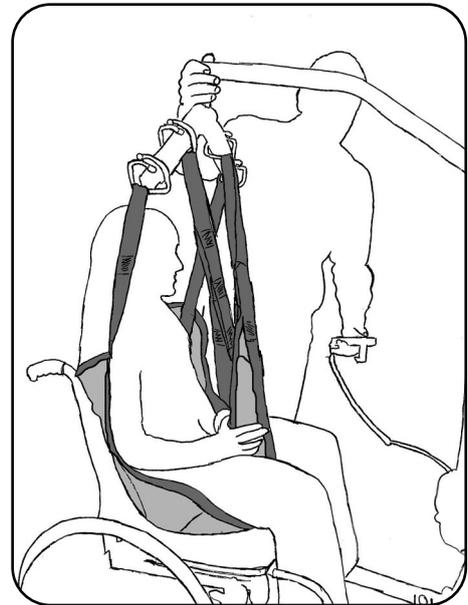

Abb. 8.2.03 – Anheben des Patienten
7. Hängen Sie die Beinschlingen über Kreuz, entsprechend dem Kapitel Vorbereitung Abschnitt **Transportbügel der aks-Patientenlifter**, an die Haken des Transportbügels (Abb. 8.2.03). Achten Sie dabei auf die gleiche Einhängelage. Diese erkennen Sie an der farblichen Kennzeichnung der Schlingen (siehe Kapitel Vorbereitung Abschnitt **Gurtschlingen**).
8. Hängen Sie die Schulerschlaufen, entsprechend dem Kapitel Vorbereitung Abschnitt **Transportbügel der aks-Patientenlifter**, an die Haken des Transportbügels (Abb. 8.2.03). Achten Sie auch hier auf die gleiche Einhängenposition der Schlaufen. Diese erkennen Sie an der farblichen Kennzeichnung der Schlaufen (siehe Kapitel Vorbereitung Abschnitt **Gurtschlaufen**).
9. Heben Sie den Patienten mit dem aks-Patientenlifter an (Abb. 8.2.03). Beobachten Sie dabei den Patienten und die Straffung des Liftergurtes. Korrigieren Sie gegebenenfalls den Sitz des Liftergurtes durch erneutes Ablassen des Patienten und Verschieben der ungünstig sitzenden Teile des Liftergurtes. Beobachten Sie während des gesamten Hebevorganges ständig den Patienten und den Sitz des Liftergurtes. Heben Sie den Patienten nur so hoch wie nötig.